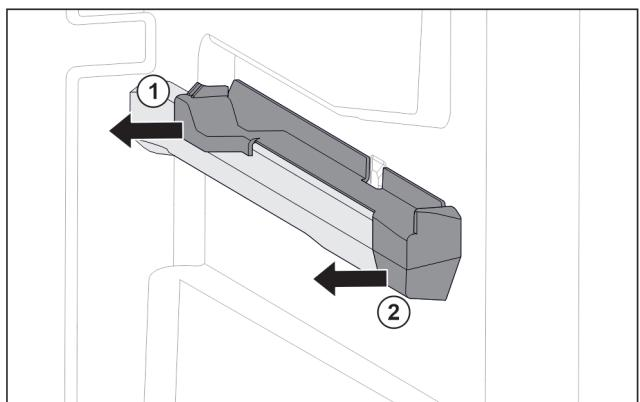

Fig. 61 Вставная часть на правом контейнерном ребре
- Отодвигните вставную часть сзади в сторону. Fig. 61 (1)
- Отодвигните вставную часть спереди в сторону. Fig. 61 (2)